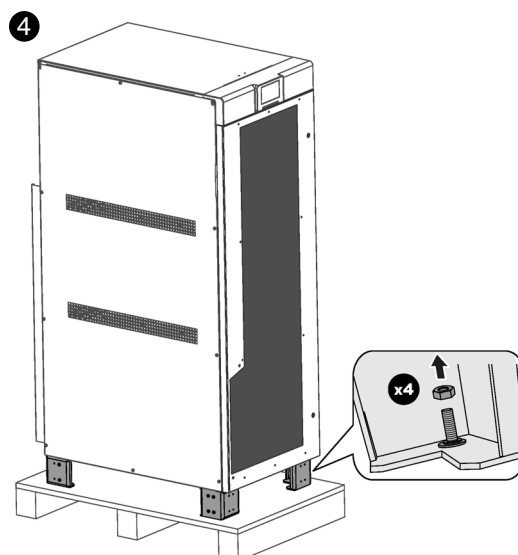

Fig. 31. Libération de l'équipement de la palette
- ❹ Dévissez les 4 vis situées à l'intérieur de chacun des 4 pieds. L'équipement sera libéré de sa palette et prêt pour le transfert (Fig. 31).